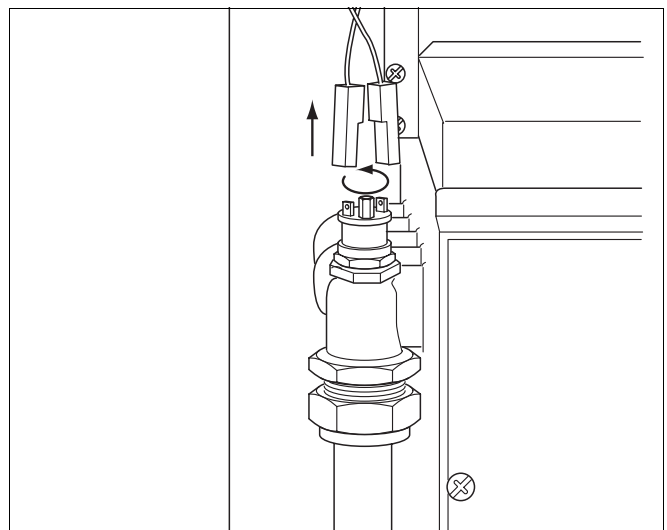

Fig. 17 Remplacer le limiteur de température de sécurité
**Poser de la pâte conduisant la chaleur sur le filetage (fig. 17).**